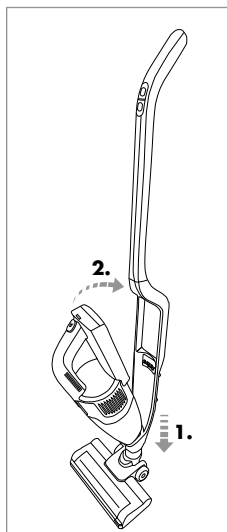

Fig. 3
- 1) Para unir a unidade portátil 3 ao cabo vertical 12, insira a extremidade da unidade portátil 3 no entalhe existente na cavidade para a unidade portátil 14 (fig. 3).
- 2) Depois, pressione a pega 2 da unidade portátil 3 na cavidade para a unidade portátil 14, de modo a que a unidade portátil 3 fique encaixada e bem fixa (fig. 3).